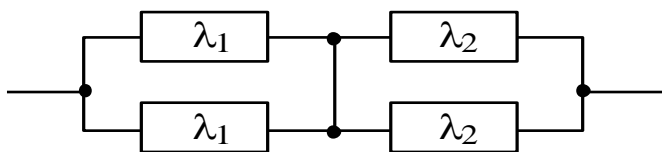

Рис. 4.8. Схема расчета надежности к задаче 4.4
4.4. Схема расчета надежности приведена на рис. 4.8. Определить ВБР системы, если $q_1 = 0,1$; а $q_2 = 0,2$.